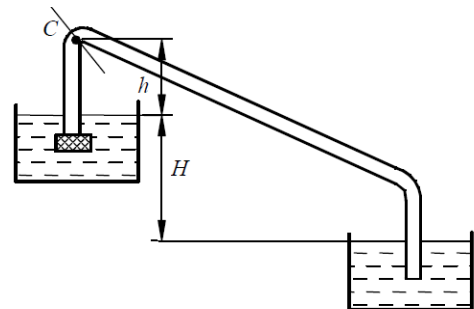

Рис. 7.2
2) По самотечному сифонному трубопроводу длиной $l = 44,0$ м необходимо обеспечить расход нефти ($\rho = 0,9$ г/см³, $\nu = 1,0$ Ст) $Q = 1,0$ л/с при напоре $P = 2,0$ м (рис. 7.2). Найти требуемый диаметр D трубопровода, учитывая только потери напора на трение по его длине. Определить допустимое превышение h сечения $K-K$ над уровнем в верхнем резервуаре, если это сечение находится на середине длины трубопровода, а вакуум не должен превышать $p_{\text{вак}} = 53$ кПа.
3) По сифону, изображённому на рис. 7.2, перекачивается вода. Определить допустимую температуру воды для работы сифона без срыва потока при следующих данных: длина трубы 150 м, длина восходящей ветки сифона 24 м, превышение точки C над уровнем воды в верхнем резервуаре $h = 4,0$ м, $H = 25,0$ м. Скоростным напором можно пренебречь